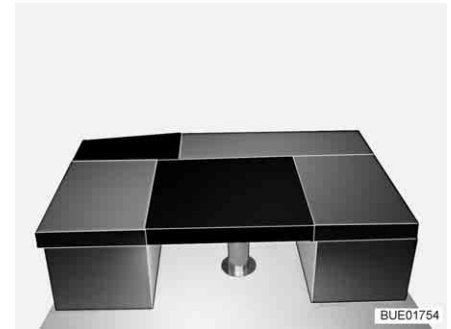

Fig. 131 Après la transformation
- Poser le coussin supplémentaire rectangulaire sur la table (devant les coussins d'assise des banquettes, voir Fig. 131).